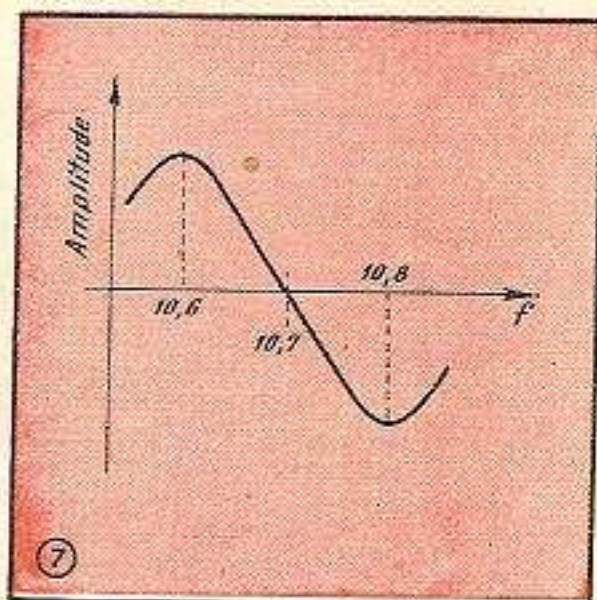

Fig. 7. — Courbe de réglage d'un détecteur de rapport.
11. — On observe alors, sur l'écran, une courbe en forme de S, comme celle de la figure 7, que l'on cherche à rendre aussi symétrique que possible en réglant uniquement le noyau secondaire du M.F. 3. Il est également nécessaire que toute la partie oblique soit parfaitement rectiligne.